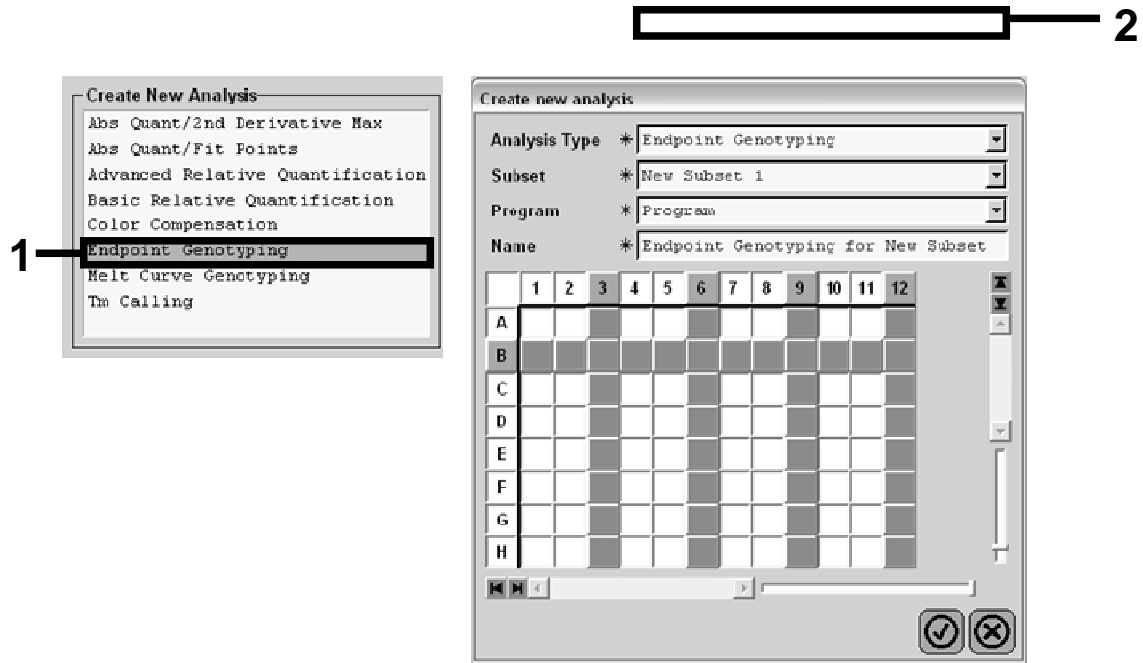

Figura 23. Selezione del tipo di analisi e del sottoinsieme da analizzare.
14. Nella sezione "Create New Analysis" (crea nuova analisi), selezionare "Endpoint Genotyping" (genotipizzazione endpoint) e quindi selezionare il sottoinsieme da analizzare nel menu "Subset" (sottoinsieme) (Figura 23).